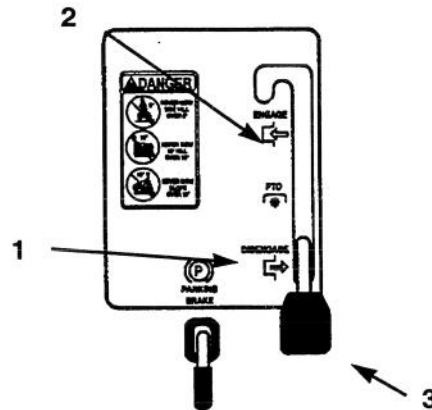

Figure 20
2. Mettre la commande des lames (prise de force) sur ENGAGED (EMBRAYEE) (Fig. 20).
2. Mettre la commande des lames (prise de force) sur DISENGAGED (DEBRAYEE) (Fig. 20).